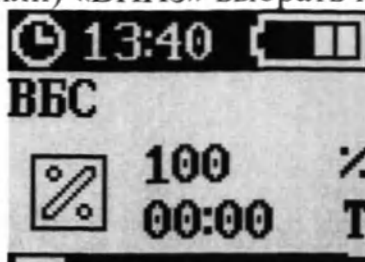

Рисунок 124 – Экран «ВБС»
2. Кнопками «ВВЕРХ» и (или) «ВНИЗ» выбрать пункт «ВБС» (рисунок 124).